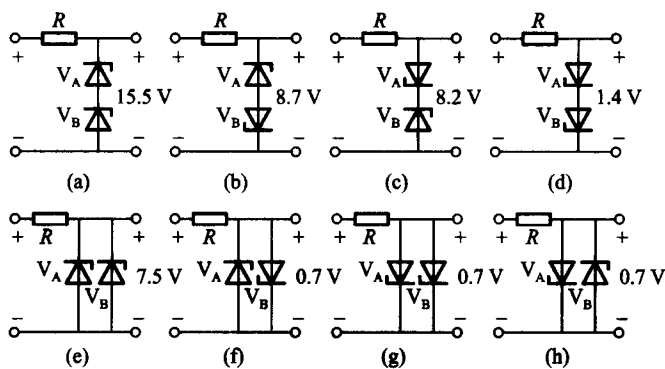

图 1-2
(1)串联时有 15.5 V、8.7 V、8.2 V 和 1.4 V 四种稳压值,如图 1-2(a)、(b)、(c)、(d)所示;
(2)并联时只有 7.5 V 和 0.7 V 两种,如图 1-2(e)、(f)、(g)、(h)所示。